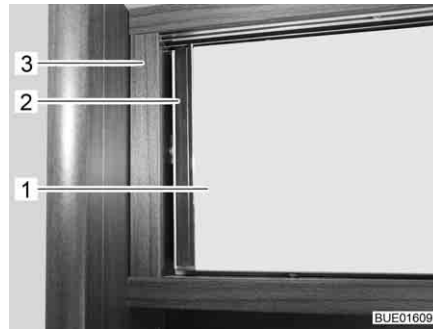

Bild 72 Skåplucka med trycklås
- Tryck på skåpluckan (Bild 72,1) vid handtaget (Bild 72,2) mot skåpkroppen (Bild 72,3). Skåpluckan är upplåst.